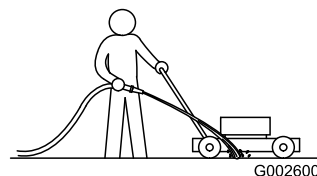

Figura 17
3. Mentre il motore acceso e la lama è innestata, spruzzate un getto d'acqua davanti alla ruota **destra** posteriore (Figura 17).